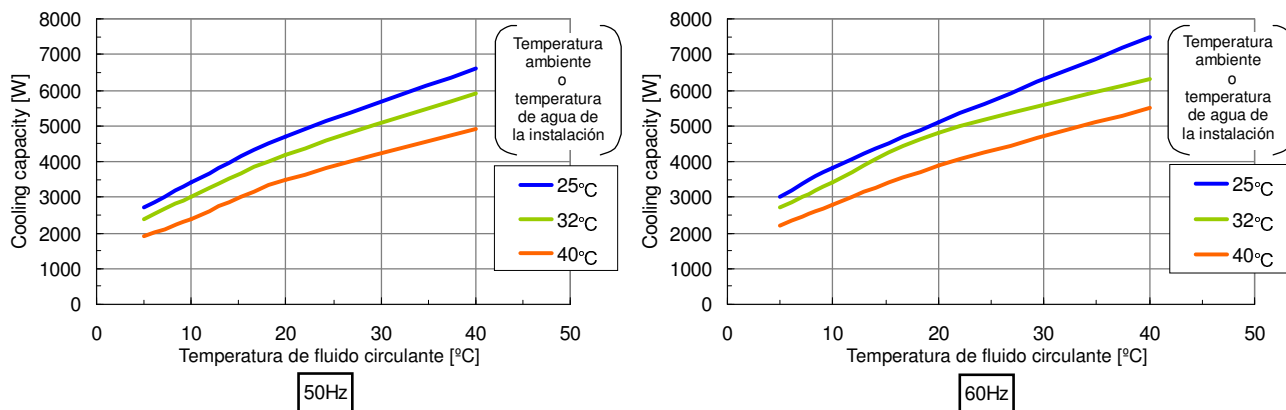

Fig. 8-4 Capacidad de refrigeración (HRS050-**-20-(BJM))
* La cantidad de agua de la instalación para generación con la capacidad de refrigeración de fluido circulante nominal, que se describe en la Fig. 8-4.